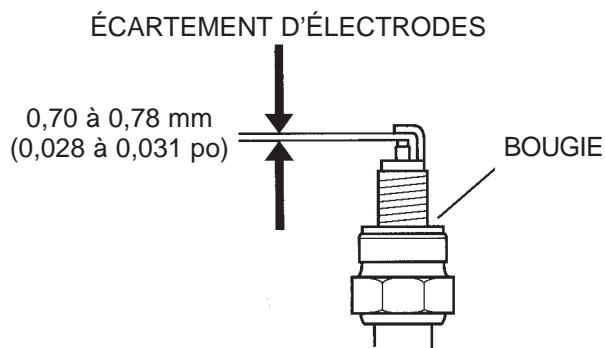

Figure 13. Bougie
2. Pour les moteurs Honda, régler l'écartement des électrodes (figure 13) à 0,70 à 0,78 mm (0,028 à 0,031 po). Pour les moteurs Vanguard, ajuster l'écartement des électrodes à 0,76 mm (0,030 po). Ces deux moteurs possèdent un allumage électronique qui ne nécessite pas de réglage. Remplacer la bougie toutes les 300 heures.